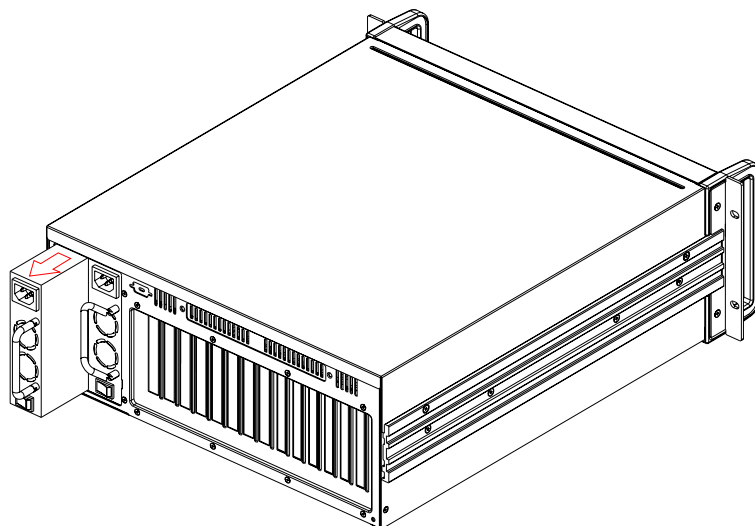

图 3.11： 更换冗余电源模块
3. 卸下模块上的螺丝，握住手柄将模块轻轻取出。（如图 3.11 所示）